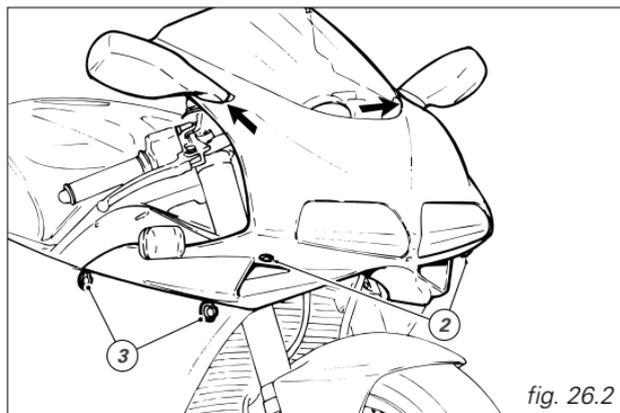

fig. 26.2
Svitare le due viti (2, fig. 26.2) di fissaggio al supporto faro e sganciare i quattro innesti (3) di unione semicarene.